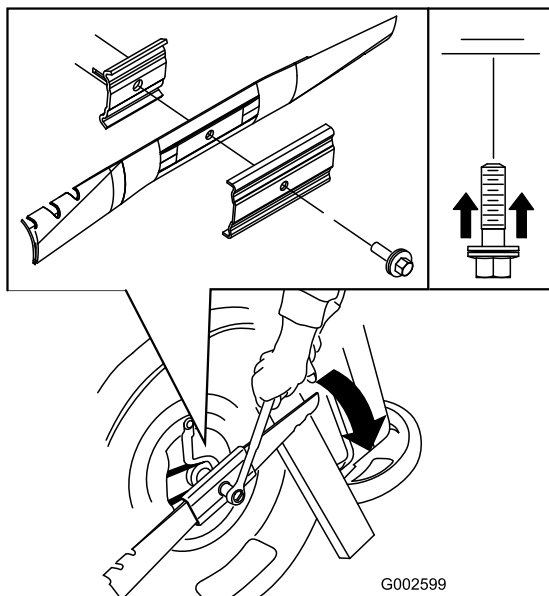

Figura 26
5. Montate la lama nuova (ruotate il bullone della lama in senso orario) e tutti gli elementi di fissaggio (Figura 26).